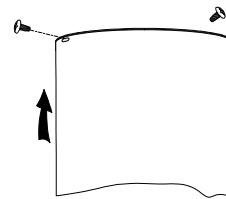

Рис. 9
10. Поднимите внутренний дымоход и с помощью 3 винтов ST4X8 закрепите внутренний воздуховод на монтажной пластине. См. рис. 9.